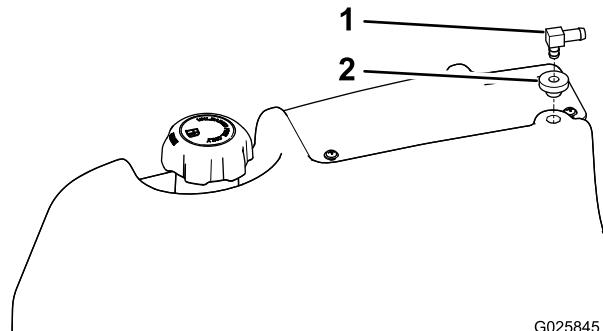

Figura 2
2. Introduzca el casquillo en el orificio del saliente del respiradero (Figura 2).
3. Introduzca el acoplamiento de 90 grados a presión en el casquillo, en la posición indicada en Figura 2.